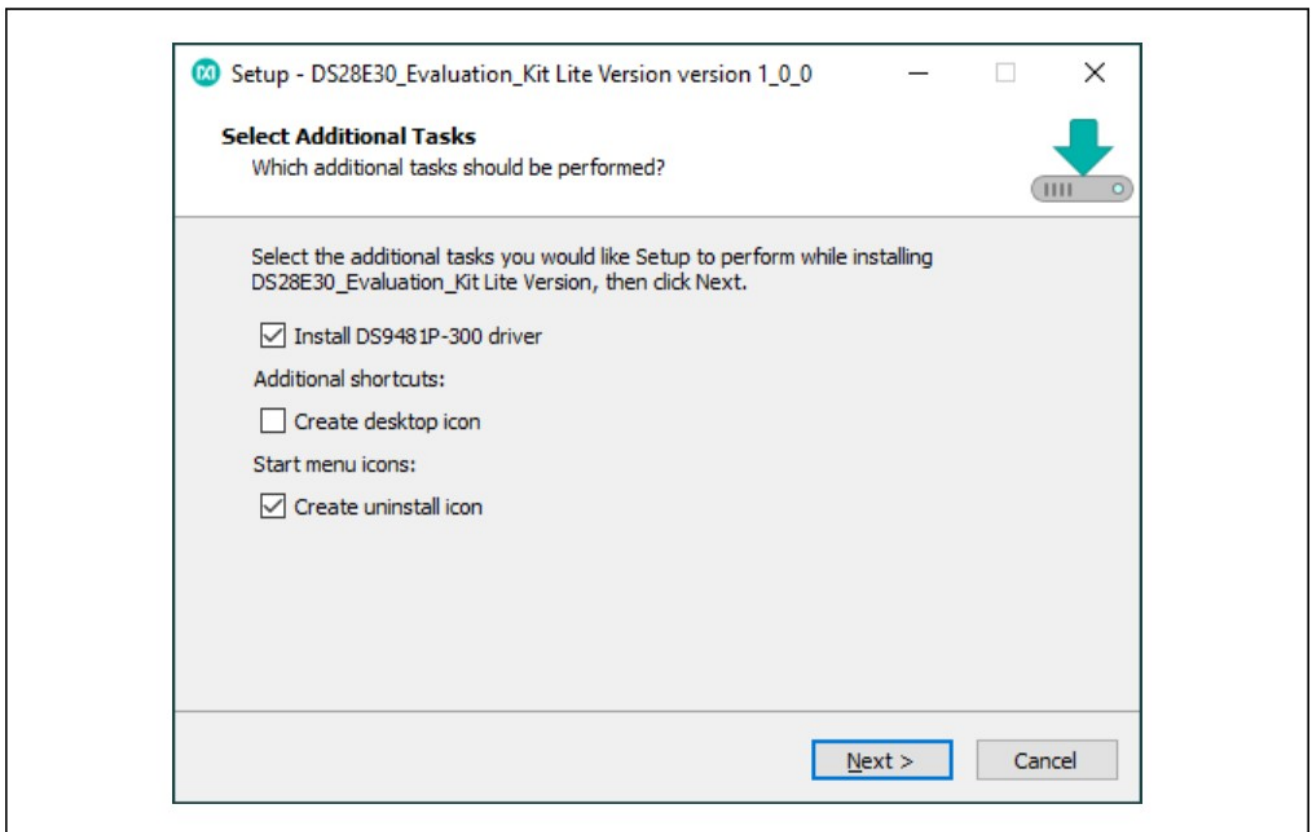

Figure 2. DS28E30 Setup Wizard
3. On the Setup window, click Next (Figure 2).